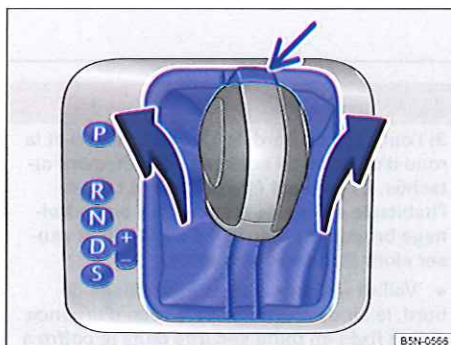

Fig. 214 Dépose du cache de la grille de guidage.
- Tirez vers le haut dans le sens de la flèche le cache dans la zone du soufflet du levier sélecteur \Rightarrow fig. 214.
- Enfoncez la touche de blocage du levier sélecteur \Rightarrow fig. 214 (flèche) et amenez le levier sélecteur en position N.